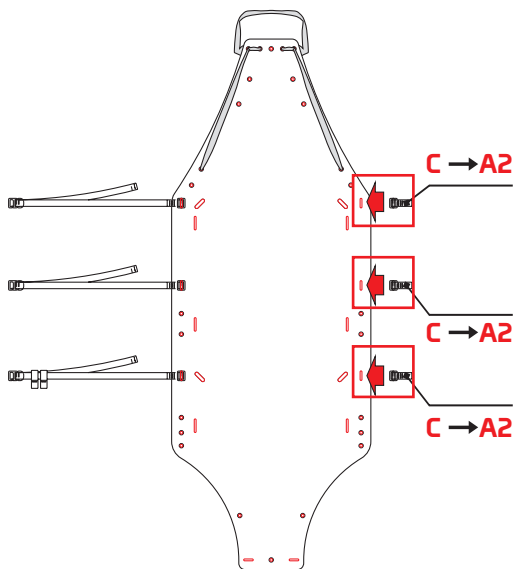

Fig.10
- inserire le fettucce con asola (C) nelle asole A2 del piano di appoggio (fig. 10),